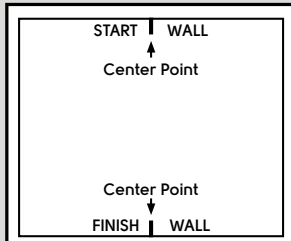

Abb. 1
1. Aufbau des Musters: Ermitteln Sie die Raummitte an der Startwand und Zielwand (Abb. 1).